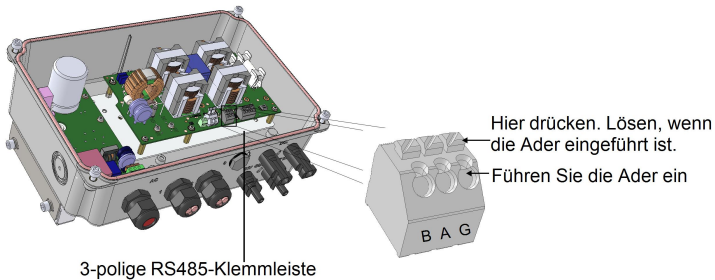

Abbildung 11: RS485-Anschluss in der StorEdge-Schnittstelle
1. Schließen Sie ein Ende an die RS485-Klemmleiste mit der Kennzeichnung „RS485 to Inv.“ in der StorEdge-Schnittstelle an (siehe *Abbildung 11*):